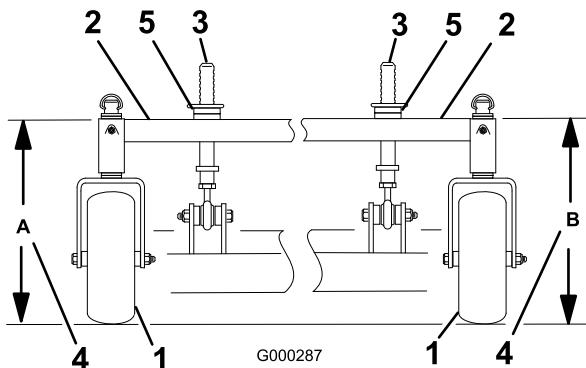

Figura 81
- Mida la altura del bastidor de tiro en la posición **A** (Figura 81).
- Mida la altura del bastidor de tiro en la posición **B** (Figura 81).